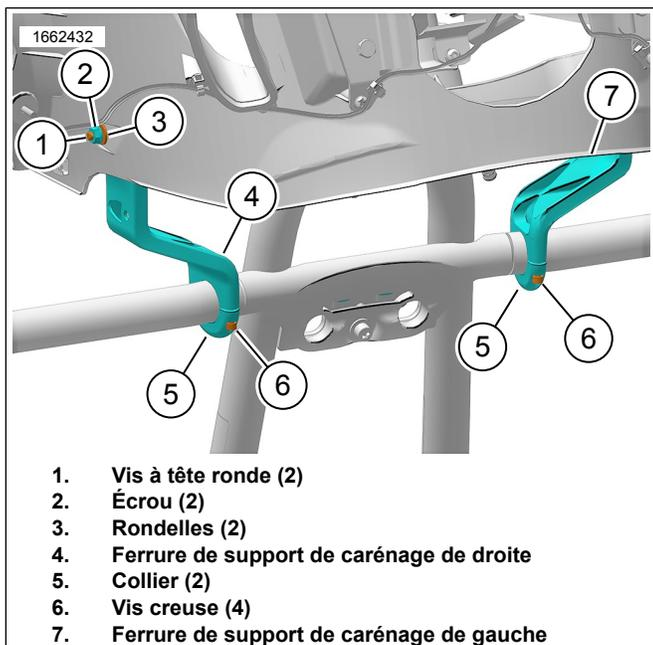

Figure 7. Ferrures installées
1. Voir la Figure 7. Positionner la ferrure de support de carénage de droite (4)
- a. Déposer le support (1) sur le protecteur de moteur.
2. Installer lâchement la vis à tête ronde (1), la rondelle (3) et l'écrou (2).
- a. Utiliser la rondelle (3) antérieurement retirée.
3. Installer la bride (5).
4. Installer les vis (6) sans les serrer.
6. Resserrez les vis (1).